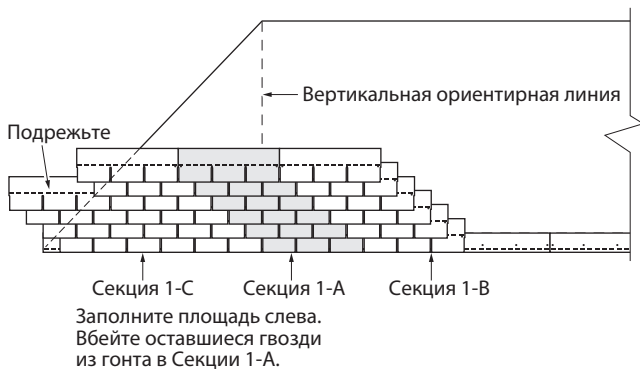

Рис. 9-4. Заполнение площади слева от вертикальной ориентирной линии.
3. Прежде чем продолжать укладку кровельной секции, уложите один гонт непосредственно справа от каждого гонта завершённой первой секции (см. Рис. 9-4, Секция 1В).
3. Прежде чем приступить к укладке каждой диагональной секции, уложите один гонт непосредственно справа каждого гонта всех рядов, уже уложенных на крыше (как на Рис. 9-4, Секция 1-В).